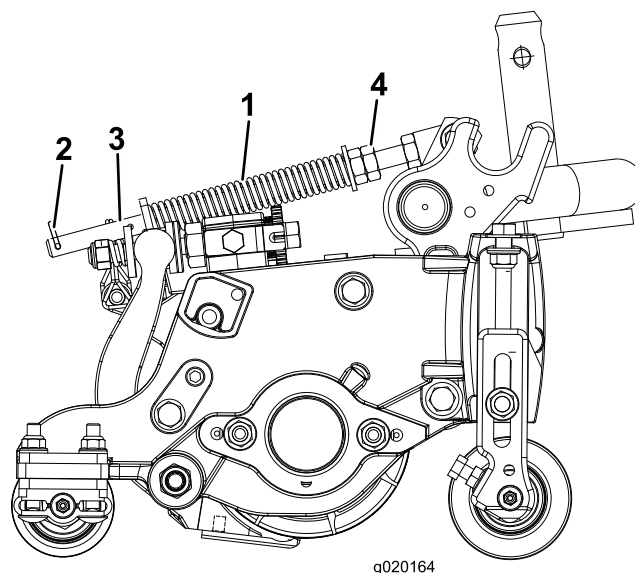

Figure 11
Le ressort de compensation (Figure 11) transfère aussi le poids du rouleau avant au rouleau arrière. (Cela évite la formation d'ondulations à la surface de la pelouse.)
1. Vérifiez que la goupille fendue est insérée dans le trou de la tige de ressort (Figure 11).
2. Serrez les écrous hexagonaux à l'extrémité avant de la tige de ressort jusqu'à ce que la longueur du ressort comprimé soit égale à 12,7 cm (Figure 11).